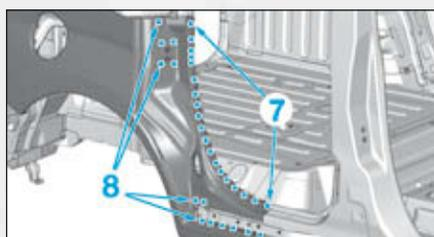

FIG.173
- par points bouchons MAG en (7) et par points électriques en (8), puis meuler les points de soudure (Fig.173),